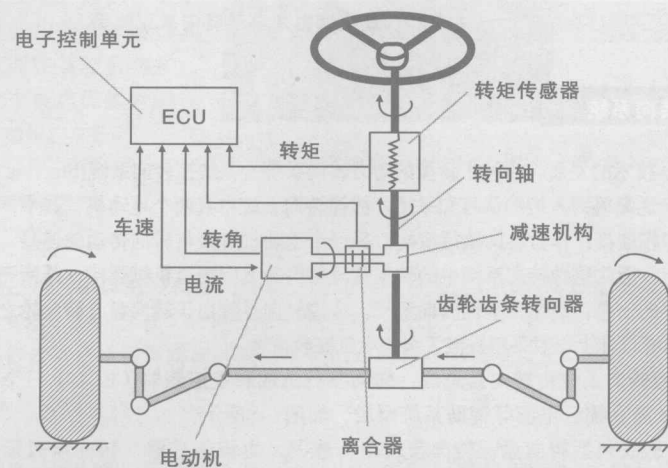

图1-6 直接助力式电动转向系统示意图
1) 直接助力式电动转向系统的结构和工作原理。当转向轴转动时，转矩传感器开始工作，把两段转向轴在扭杆作用下产生的相对转角转变成电信号传给电子控制单元（ECU），ECU根据车速传感器和转矩传感器的信号决定电动机的旋转方向和助力电流的大小，并将指令传递给电动机，通过离合器和减速机构将辅助动力施加到转向系统（转向轴）中，从而完成实时控制的助力转向，如图1-6所示。